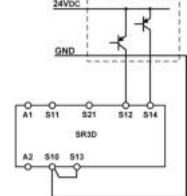
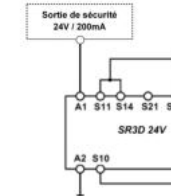

Fig. 7:
Fig. 8:
- Pour les applications selon les Fig. 7 et Fig. 8, veiller à ce que le potentiel de référence de l'émetteur de signaux et celui du SR3D soient identiques